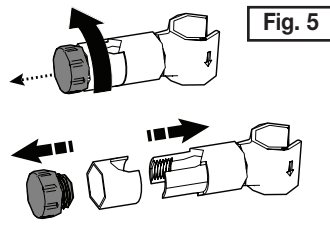

Fig. 5
1. Desmonte el brazo de la ducha; para ello, desenrosque la perilla de ajuste (Fig. 5).